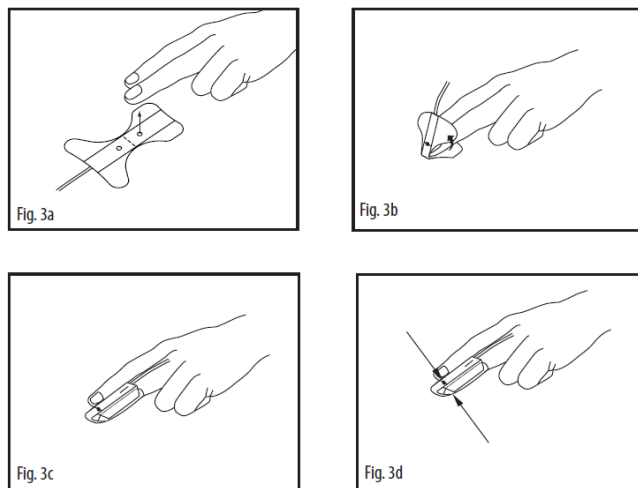

Fig. 25 Applicazione del sensore LNCS per bambini 10-50 kg
- 2 Fare riferimento alle Fig. 3a nella Fig. 25: Allineare il cavo del sensore in modo che il ricevitore possa essere collegato per primo. Posizionare il polpastrello sulla linea tratteggiata in modo che la finestra del ricevitore sia coperta dalla parte carnosa del dito.
- 3 Fare riferimento alle Fig. 3b nella Fig. 25: Premere le ali autoadesive una dopo l'altra sul dito. Per ottenere dati corretti, la finestra del ricevitore deve essere completamente coperta.
- 4 Fare riferimento alle Fig. 3c nella Fig. 25: Piegare il sensore sul dito in modo che la finestra del trasmettitore (stella rossa) sia posizionata sopra l'unghia. Piegare le ali intorno al dito uno per uno.
- 5 Fare riferimento alle Fig. 3d nella Fig. 25: Se montato correttamente, trasmettitore e ricevitore sono allineati verticalmente.